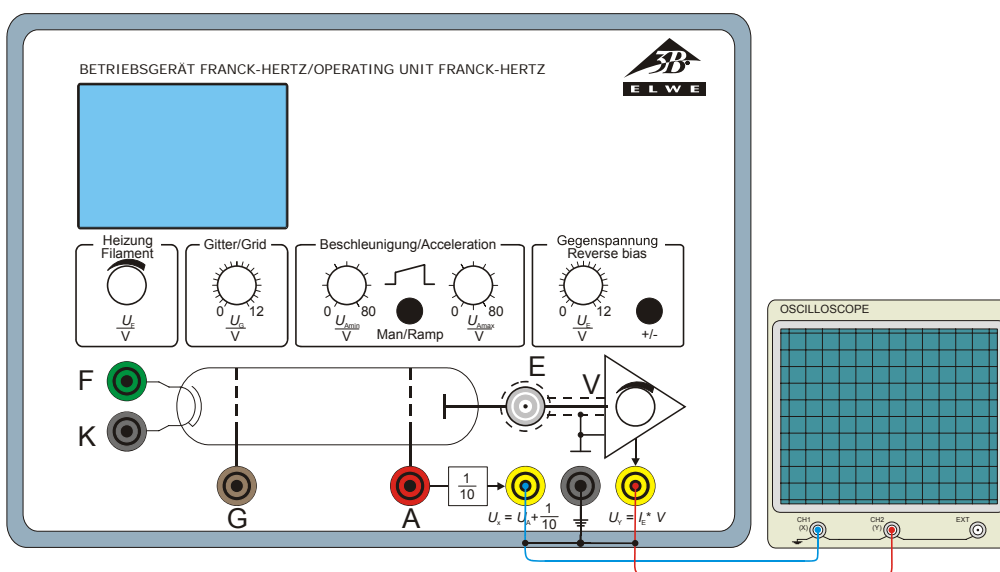

Fig. 7 Anschluss eines Oszilloskops an das Betriebsgerät für Franck-Hertz-Experiment
- Ausgang U_x des Betriebsgeräts für Franck-Hertz-Experiment an Channel 1 (X-Ablenkung) und Ausgang U_y an Channel 2 (Y-Ablenkung) des Oszilloskops anschließen. (siehe Fig. 7)